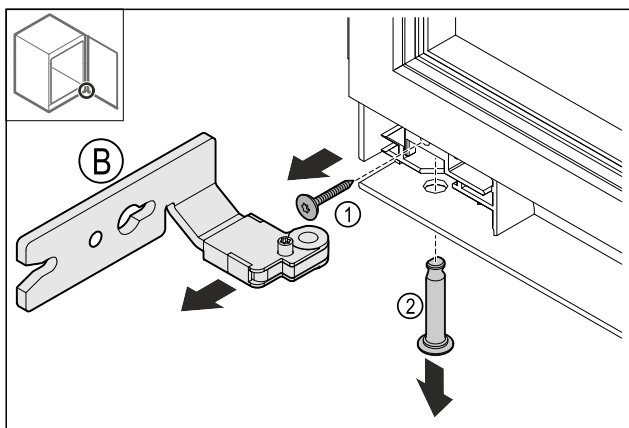

Fig. 15
- ▶ Fjern Fig. 15 (1) skruen.
- ▶ Fjern Fig. 15 (2) bolten.
- ▶ Fjern Fig. 15 (B) hængslet.